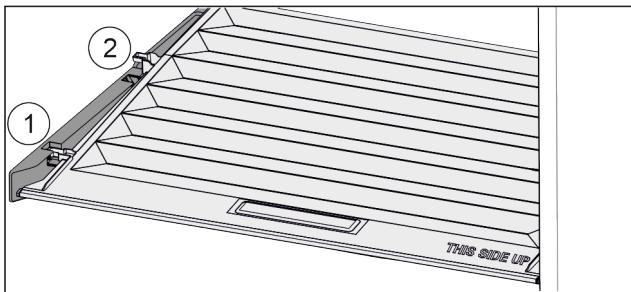

Fig. 102
- ▶ Trageți capacul în față Fig. 102 (1) până la orificiu din piesele suportului.
- ▶ Ridicați în spate de jos și scoateți Fig. 102 (2) în sus.